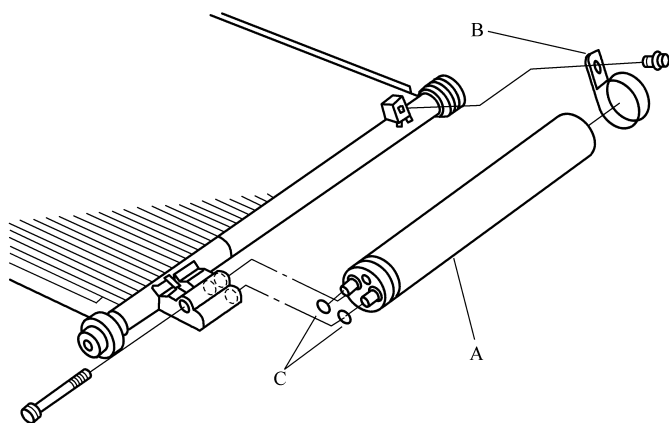

图 3-23 从冷凝器上拆下储液干燥器
- 2) 将螺栓从冷凝器上拆下，然后拆下储液干燥器 A、托架 B 和 O 形圈 C，如图 3-23 所示。